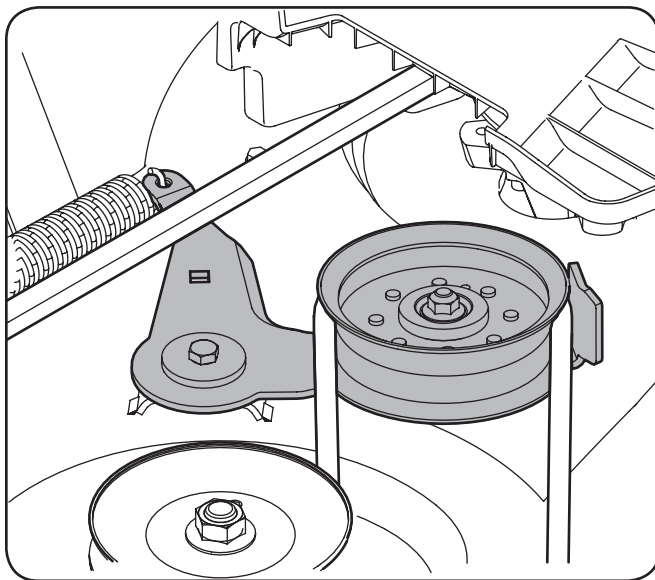

Figura 7-2
7. Trabajando en el lado derecho del tractor, inserte una llave de trinquete de 1/2 pulgadas para *ajustar*, en el orificio cuadrado de la ménsula intermedia. Consulte Figura 7-2.
8. Pivote la llave hacia adelante para mover la polea de transmisión de la plataforma hacia adelante. Consulte Figura 7-2.